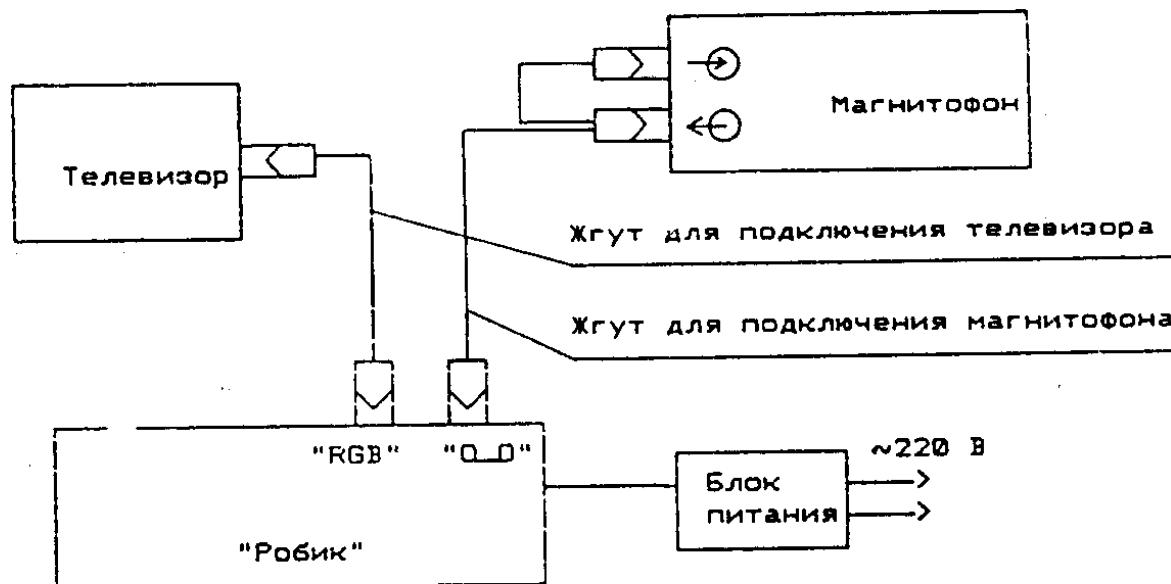

Рис. 8.1
8.1.1. Установите "Робик" на место эксплуатации. Соедините "Робик" с телевизором и магнитофоном с помощью жгутов согласно рис.8.1.
8.2.1. Подключение магнитофона к "Робику" осуществляется с помощью жгута для подключения магнитофона. При этом необходимо обратить внимание на правильность подключения разъемов магнитофона. Следует помнить, что при записи из "Робика" на магнитную ленту информация поступает на разъем магнитофона \oplus , при считывании программы из магнитофона в "Робик" информация принимается по другой линии жгута, подключенной к линейному выходу магнитофона \ominus . При наличии у вас магнитофона, распайка используемых разъемов которого отличается от стандартных, необходимо изменить распайку разъемов магнитофона, ориентируясь на назначение выводов по схеме (см.рис.8.1) и табл.1.
Если этого не произошло, нажать одновременно обе клавиши RES, если и после этого сообщение не появилось, проверить правильность подключения "Робика" к ВУ (согласно рис. 8.1).